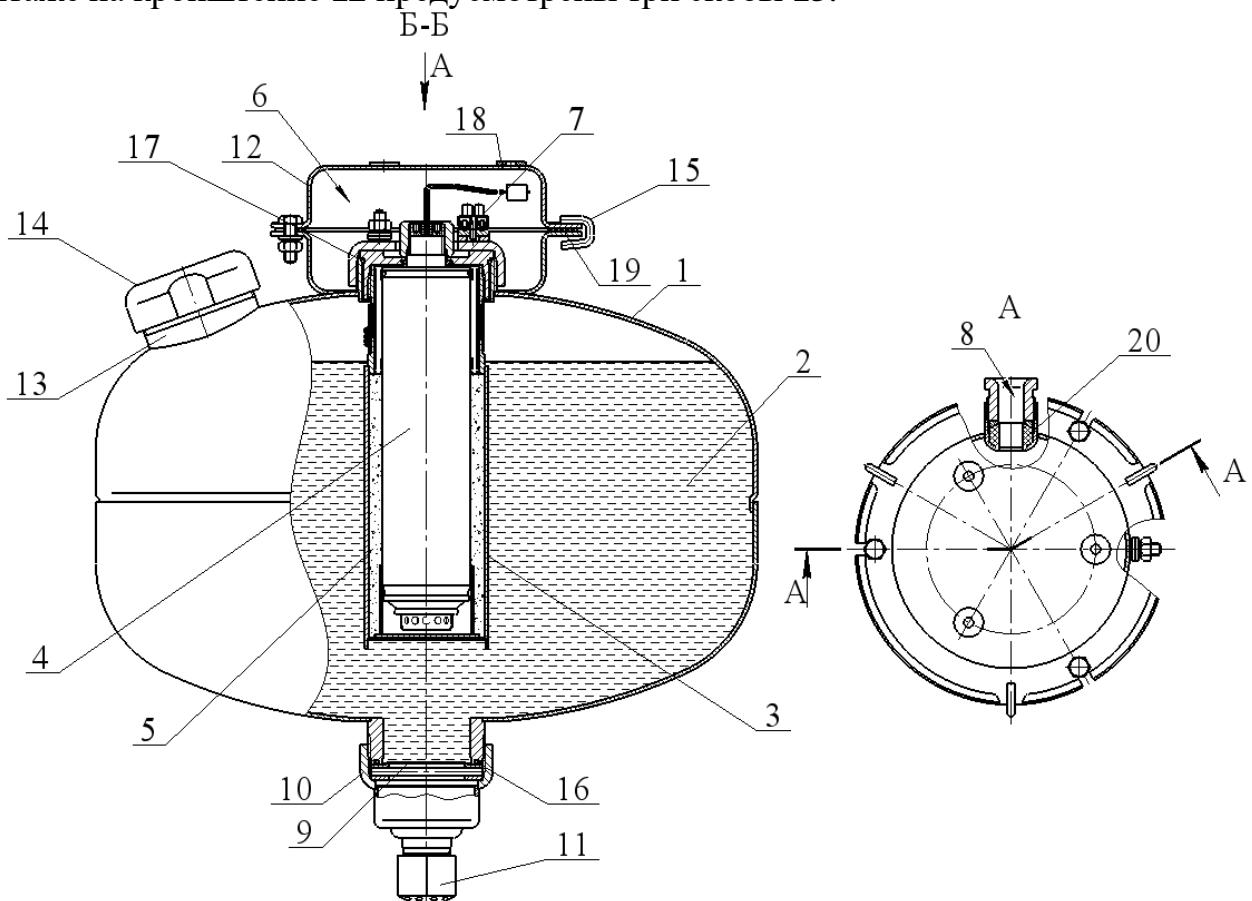

Рисунок 1
1.4.1.1 МУПТВ (см. рисунок 1) состоит из корпуса **1**, заправленного жидким ОТВ
После подачи на выводы элемента электропускового электрического импульса ИХГ 4 (см. рисунок 1) генерирует газ, который, проходя через пористый искрогасящий материал, создает давление внутри корпуса МУПТВ для вскрытия мембраны 9 и выпуска через насадок-распылитель 11 в зону горения тонкораспыленной струи ОТВ.
2.1.3 Закрепить кронштейн 12 (см. рисунок 1) на потолке. Координаты отверстий в кронштейне приведены на рисунке 5.
2.1.5.1 Подготовка ОТВ для МУПТВ(Взр)-13,5-Г3-ВД( $t^{\circ}\text{C} = +5_{\text{п}}$ ): залить в отверстие верхней горловины 9 (см. рисунок 1) воду (питьевую либо дистиллированную) (температура воды должна быть плюс  $(15...25)^{\circ}\text{C}$ ) объемом  $11,8^{+0,05}$  дм3. От-
2.1.5.2.3 Полученный раствор ОТВ залить в отверстие верхней горловины **9** (см. рисунок 1). Для окончательного приготовления ОТВ открыть упаковку (упаковки) с жидкими добавками и залить их в отверстие верхней горловины **9**. Установить в отверстие горловины предохранительный клапан **10**. Сверху закрутить гайку. Момент затяжки гайки  $110^{+20}$  Н $\times$ м.
2.1.6 На выпускную горловину гайки **10** (см. рисунок 1) накрутить до упора насадок-распылитель **11**.